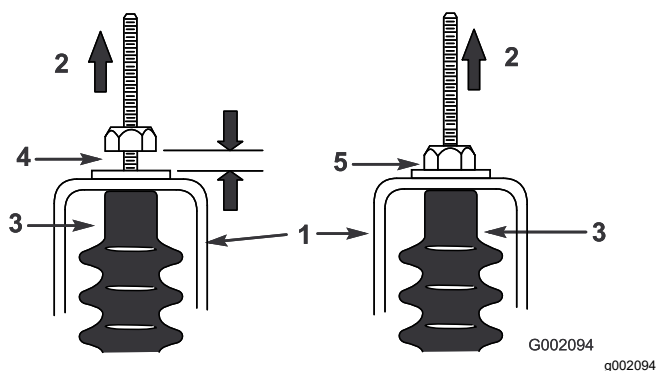

Рисунок 63
5. Потяните вверх каждый трос переключения передач, чтобы убедиться в наличии зазора от 0,76 до 1,52 мм между гайкой/шайбой и кронштейном нейтрали (Рисунок 63).